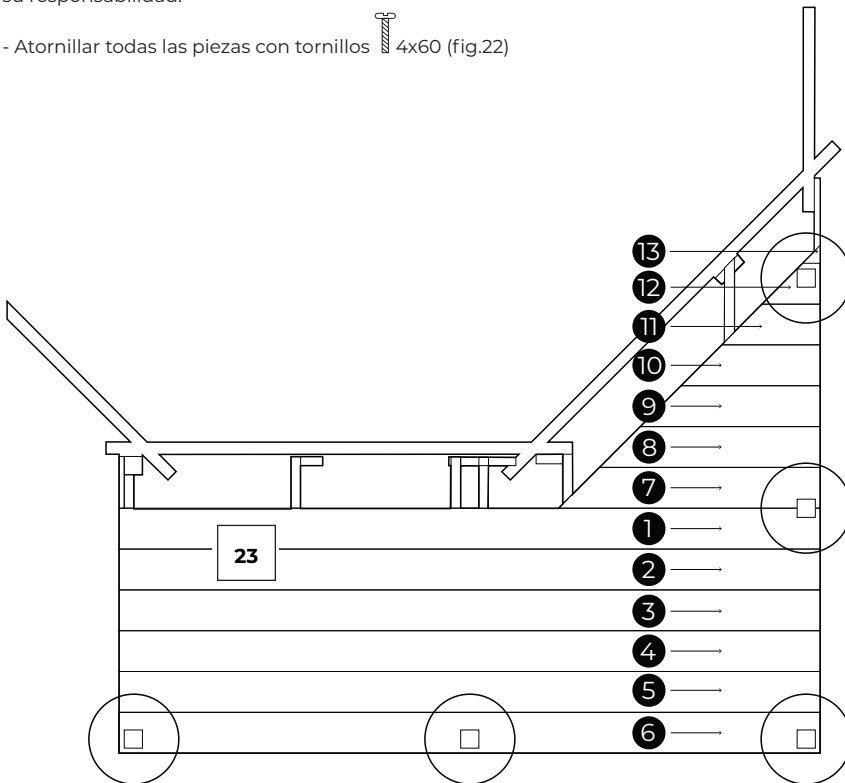

Fig. 20
- Presente el suelo siguiendo el orden de la secuencia (fig.20)
- Hacer cortes en las tablas marcadas para adaptarlas correctamente. (fig.20 y fig.21)